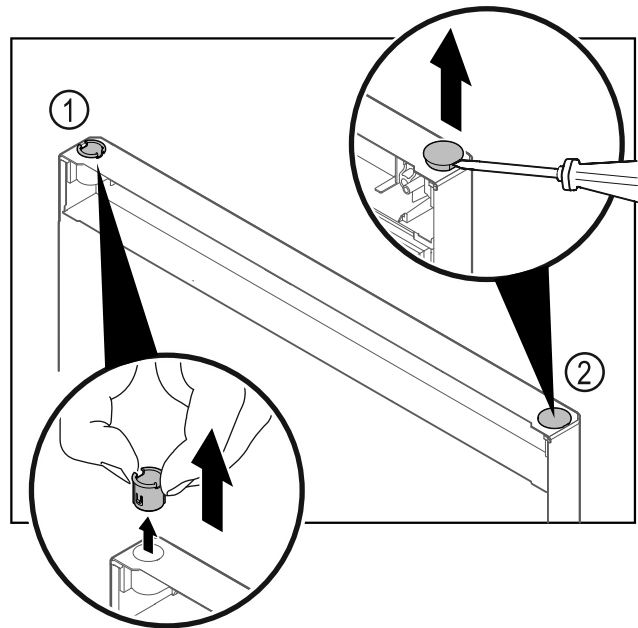

Fig. 20
- ▶ Пальцами вытяните шарнирную втулку Fig. 20 (1).
- ▶ Шлицевой отверткой осторожно подцепите и извлеките заглушку Fig. 20 (2).